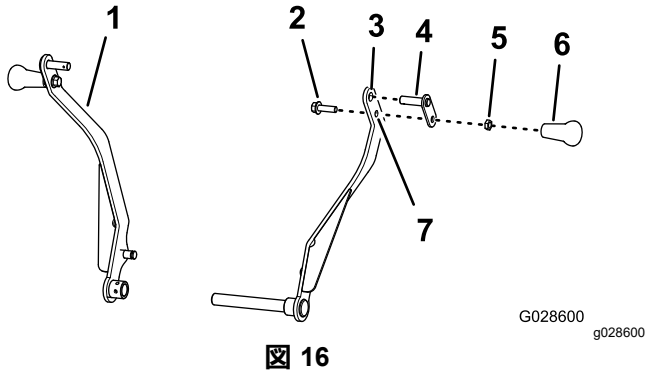

図 16
- クレードルアームの上側の穴にピボットピンを通す 図 16。
- ボルト 3/8 x 1 1/4" をクレードルアームの下側の穴から、ピボットピン 図 16 のリテーナに通し、ジャムナット 3/8" を取り付けて 15-17 N·m (1.5-1.8 kg·m = 11-13 ft·lb) にトルク締めする。
- ボルト 3/8 x 1 1/4" にハンドルを取り付け、ハンドルをジャムナットに締め付けてハンドルを手締める 図 16。
- もう一方のクレードルアームにも上記 1 - 4 の作業を行う 図 16。